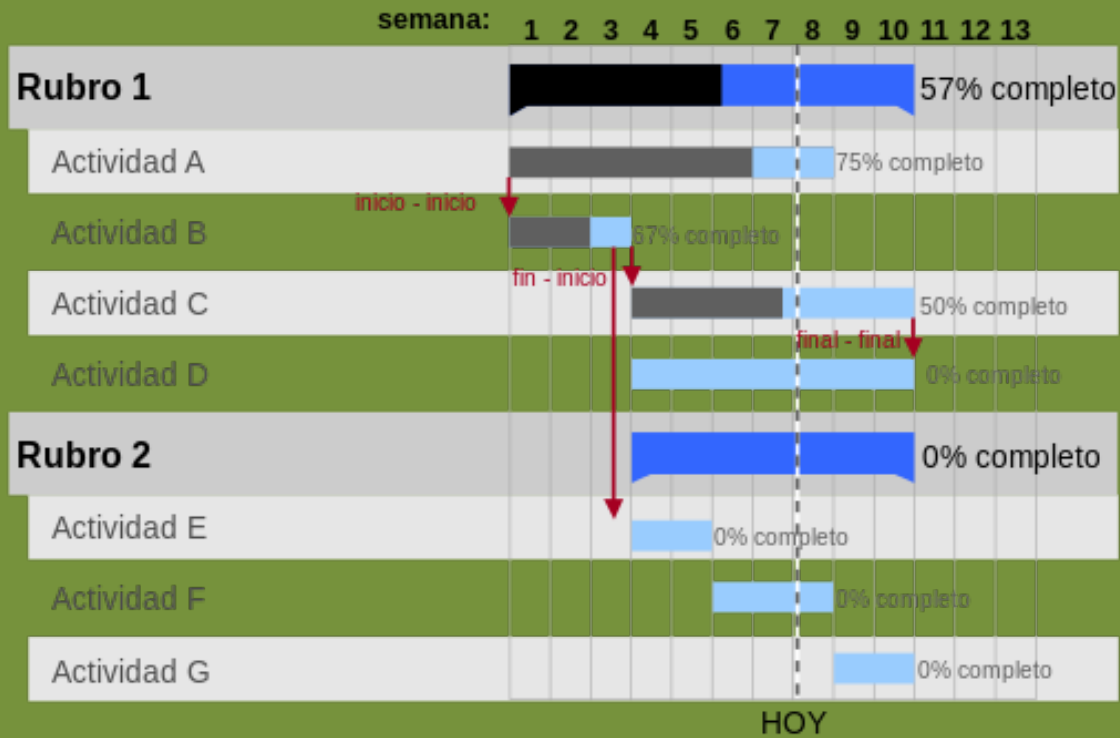

Figura 5.2: Diagrama de Gantt.
- El diagrama de Gantt es una herramienta *gráfica* para la gestión de proyectos (ver Figura 5.2).